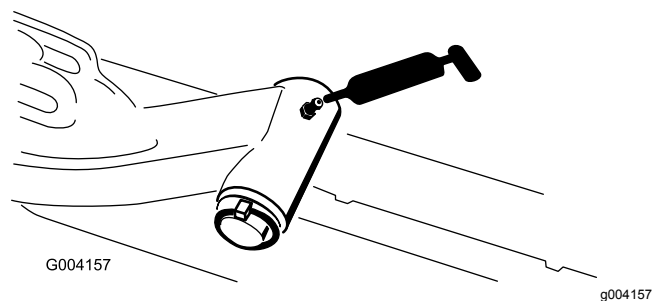

図 32
- 昇降アームのピボットシャフト各アームに1ヶ所 — 図 32